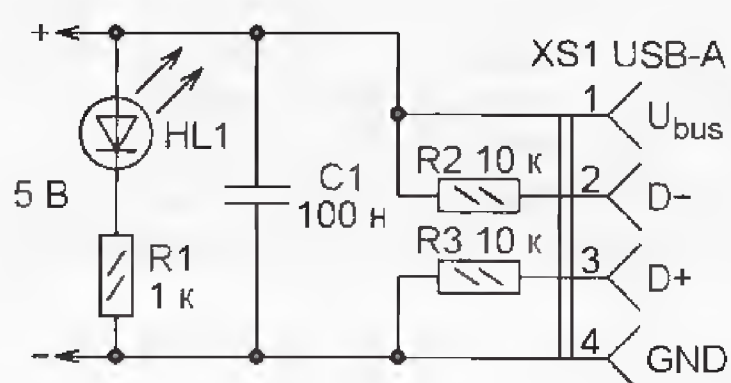

Рис. 4
**Имитатор USB-порта для подзарядки аккумулятора плеера iPod.** Как известно, этот плеер рассчитан на зарядку аккумулятора от специализированного зарядного устройства или от USB-порта компьютера. Но при необходимости зарядить его можно и от любого источника стабилизированного напряжения 5 В с допустимым током нагрузки не менее 0,1 А. Таким источником может быть имитатор USB-порта, собранный по схеме, изображённой на рис. 4 (<[http://www.probots.co.in/images/articles/usbcharger\\_files/USB%20iPod%20Charger%20Circuit.jpg](http://www.probots.co.in/images/articles/usbcharger_files/USB%20iPod%20Charger%20Circuit.jpg)>).